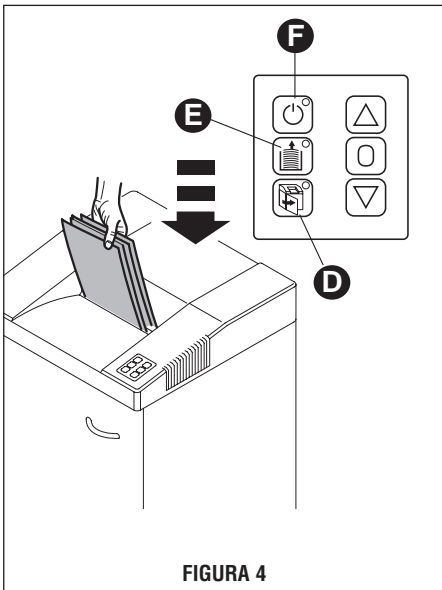

FIGURA 4
**FIGURA 4.** Para evitar que las tiras de papel se reintroduzcan en los cortadores y atasquen la trituradora, esta unidad presenta una función de apagado automático cuando el recipiente de depósito está lleno. Una vez que el recipiente de depósito esté lleno, la unidad se apagará automáticamente y la luz de recipiente de depósito lleno (E) se encenderá. Ahora puede aplastar las tiras de papel y continuar triturando o vaciar el recipiente de depósito.